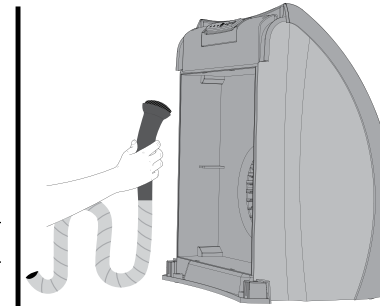

Abbildung 2
3. Das Innere und an den Seiten entlang entstauben oder aussaugen. Es wird empfohlen, das Innere zu reinigen, wenn die Filter gewechselt werden. (Abbildung 2)